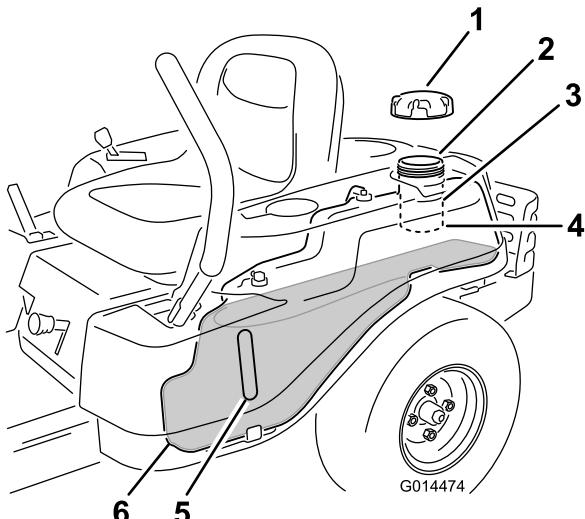

Bild 8
Hinweis: Sie können auf der Benzinuhr den Benzinstand ablesen, bevor Sie den Tank füllen (Bild 8).
- Füllen Sie **langsam** Benzin ein, bis der Stand an der Unterseite des Füllstutzens liegt (Bild 8).